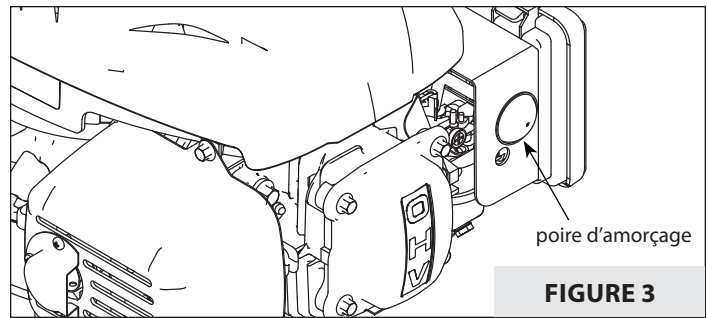

FIGURE 3
4. Appuyer sur la poire d'amorçage à trois reprises. Laisser la poire revenir complètement avant chaque pression. **VOIR FIGURE 3.**